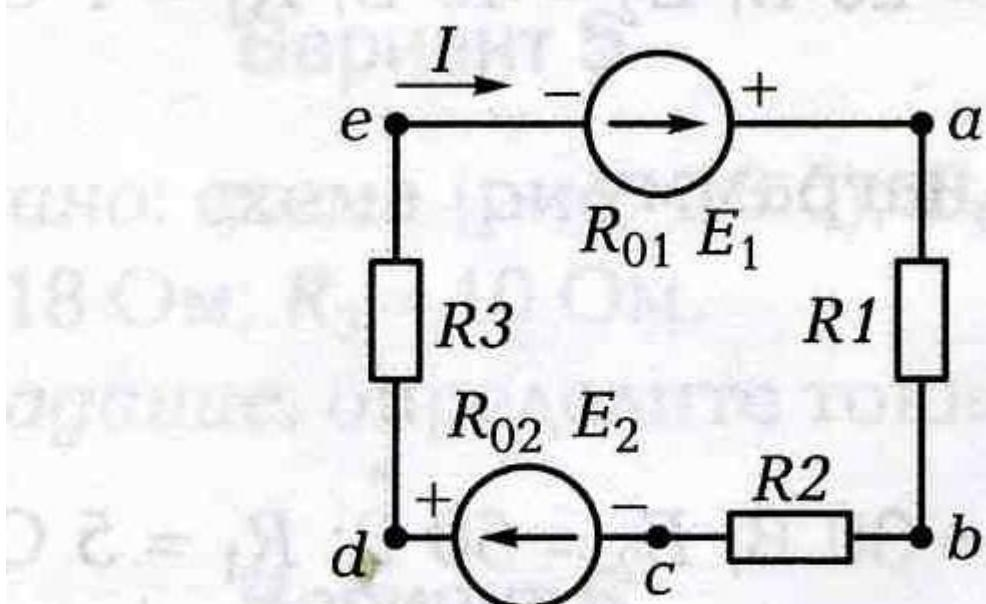

Рис. 1.4.7
Дано: схема (рис. 1.4.7); $\varphi_a = 0$ (B); $E_1 = 30$ В; $E_2 = 70$ В; $R_1 = 2$ Ом; $R_2 = 3$ Ом; $R_3 = 5$ Ом; $R_{01} = 1$ Ом; $R_{02} = 0$.